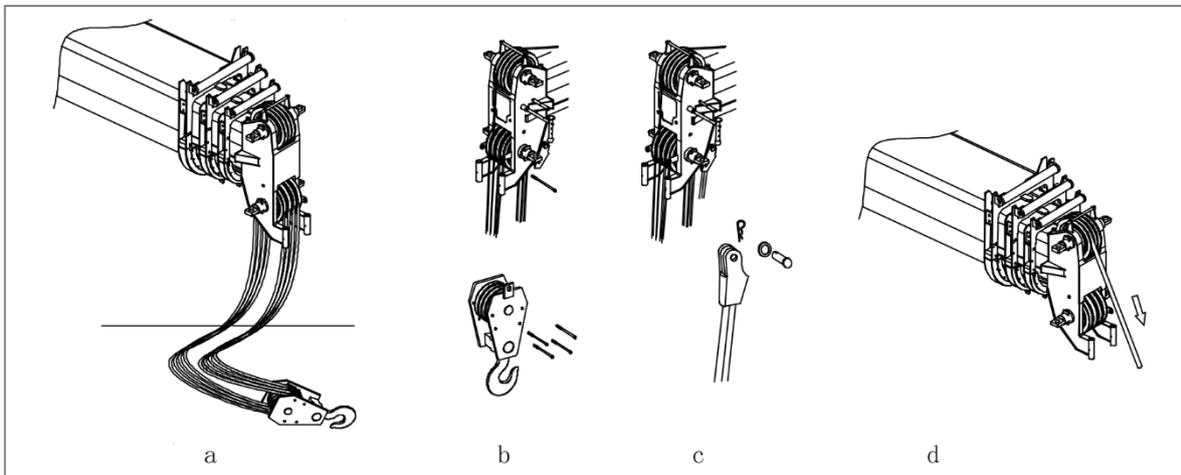

Figura 4-42 Passagem do cabo
- Recolha totalmente a lança e mova-a para a lateral ou traseira do guindaste. Consulte a figura 4-42.